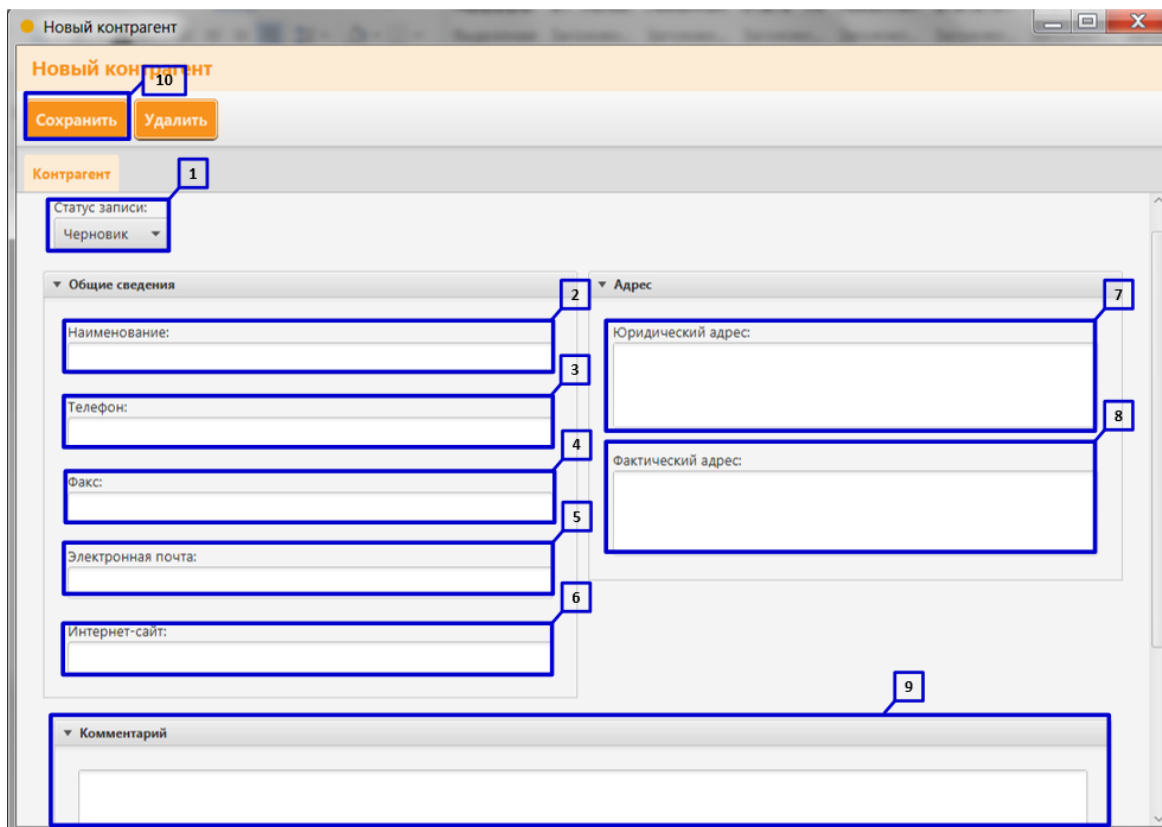

Рисунок 48. Создание контрагента организации: внесение информации о контрагенте
2. В строке «Статус записи» из выпадающего списка выберите статус контрагента (Рисунок 48 пункт 1). При создании нового контрагента автоматически проставляется статус «Черновик».
3. В строке «Наименование» раздела «Общие сведения» введите полное наименование контрагента (Рисунок 48 пункт 2);
4. В строке «Телефон» раздела «Общие сведения» введите актуальный номер телефона контрагента (**Рисунок 48 пункт 3**);
5. В строке «Факс» раздела «Общие сведения» введите актуальный номер для отправки сообщений по факсу (**Рисунок 48 пункт 4**);
6. В строке «Электронная почта» раздела «Общие сведения» введите актуальный электронный адрес контрагента (**Рисунок 48 пункт 5**);
7. В строке «Интернет-сайт» раздела «Общие сведения» введите ссылку на сайт контрагента в сети Интернет (**Рисунок 48 пункт 6**);
8. В строке «Юридический адрес» раздела «Адрес организации» введите юридический адрес контрагента (**Рисунок 48 пункт 7**);
9. В строке «Фактический адрес» раздела «Адрес организации» введите фактический адрес контрагента (**Рисунок 48 пункт 8**);
10. В строке раздела «Комментарий» введите дополнительную информацию о контрагенте (**Рисунок 48 пункт 9**);
11. Сохраните внесенные данные, нажав клавишу «Сохранить» (**Рисунок 48 пункт 10**);